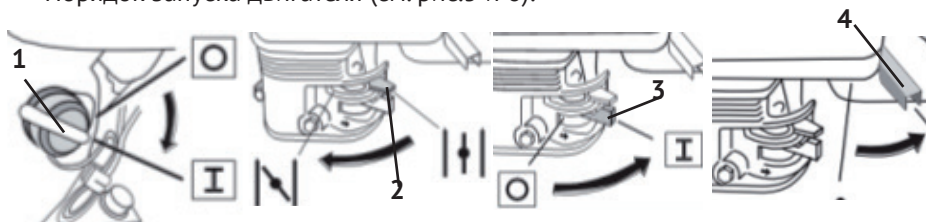

рис.5
Порядок запуска двигателя (см. рис.5 и 6):
- перевести выключатель зажигания (рис.5 поз.1) в положение “I” – включено;
- установить рычаг воздушной заслонки (рис.5 поз.2) в положение “закрыто” при пуске холодного двигателя, или в промежуточное положение при прогреве двигателя;
- открыть топливный кран (рис.5 поз.3) – крайнее правое положение – “I”;
- рычаг дроссельной заслонки (рис.5 поз.4) перевести в положение холостого хода;
- закрыть топливный кран (рис.5 поз.3) – положение “0” – закрыт.